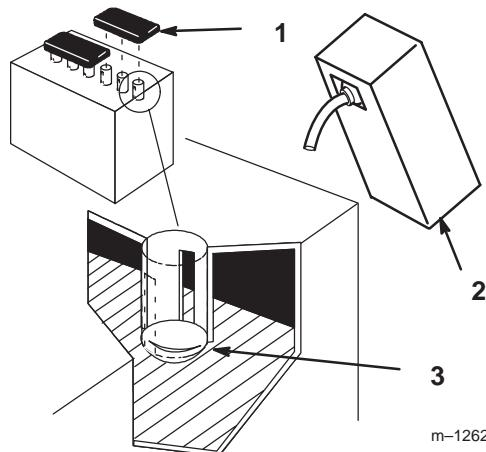

Bild 6
2. Entfernen Sie die Verschlussdeckel von der Batterie. Gießen Sie langsam Batteriesäure in jede Batteriezelle, bis der Säurestand das untere Teil des Rohrs erreicht (Bild 6).
5. Gießen Sie langsam Batteriesäure in jede Batteriezelle, bis der Säurestand die obere Linie am Batteriekasten (Bild 6) erreicht und drehen Sie die Verschlussdeckel auf.